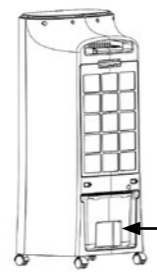

imagen 3
4. Introduzca el depósito de agua en la posición correcta. Imagen 3